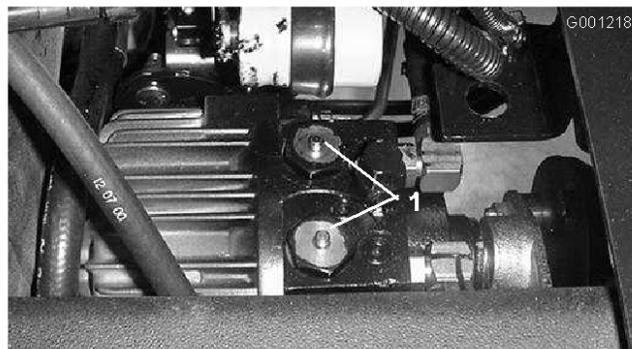

Figura 32
2. Mantenha pressionado os pinos que estão a meio das estruturas das 2 válvulas de verificação, na parte superior da transmissão (Figura 32), enquanto empurra ou reboca a máquina. Na Figura 32, o banco e a respectiva placa de montagem foram retirados.